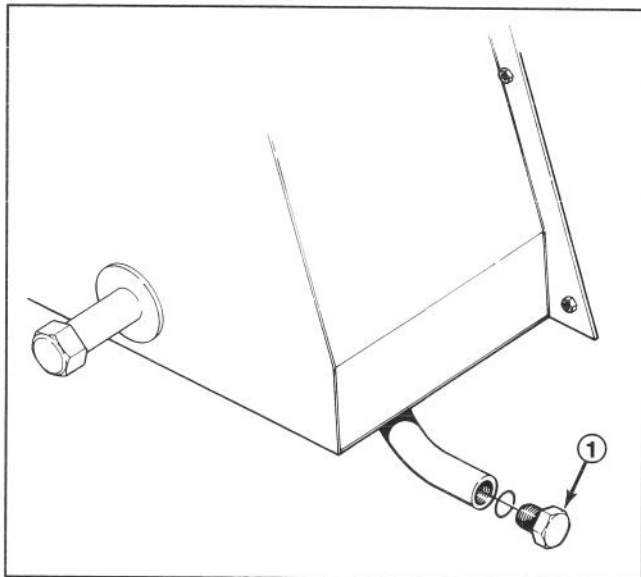

Fig. 45
1. Aprire il tappo di spurgo (Fig. 45) girandolo di mezzo giro, e lasciare che il fluido defluisca nella bacinella di raccolta fin quando non si vede più acqua nell'olio idraulico.
1. Rimuovere il tappo di spurgo (Fig. 45) dal serbatoio e lasciare che l'olio idraulico defluisca nella bacinella di raccolta; quando cessa di defluire, serrare il tappo.